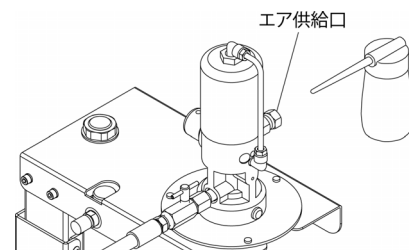

Fig.17
- 2) エア供給口に潤滑油を数滴(約 0.5 mL)注入します。(Fig.17)